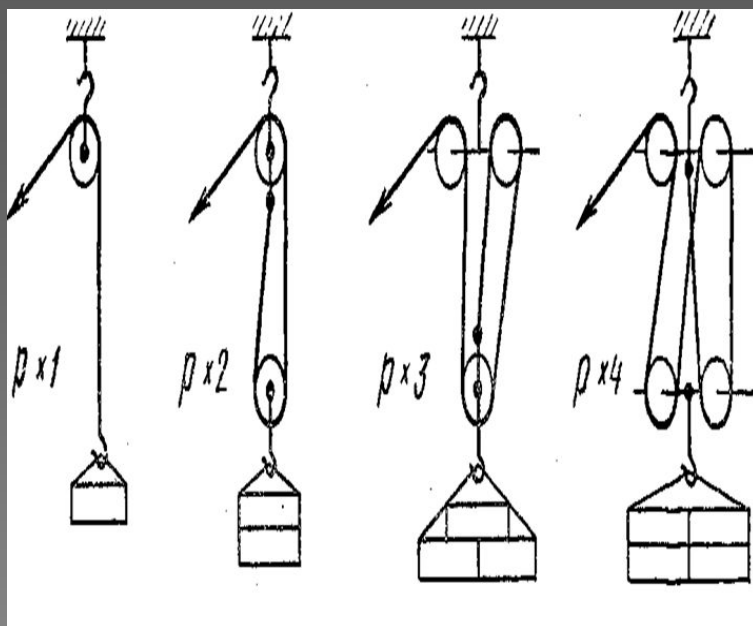

Рис. 3. Схемы полиспастов
- Полиспасты состоят из верхнего неподвижного и нижнего подвижного однорولیковых или многорولیковых грузовых блоков. Тяговое усилие на канате при одинаковом грузе определяется числом ниток каната в полиспасте. На рис. 3 приведены схемы полиспастов: цифры указывают, во сколько раз может быть увеличена масса p груза, поднимаемого полиспастом, по сравнению с массой груза, поднимаемого однорولیковым блоком, при одинаковом тяговом усилии на канате. Полиспасты обычно применяют вместе с лебедками в грузоподъемных кранах, оснащенных тормозными устройствами.